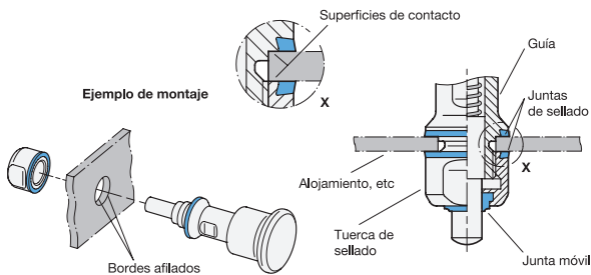

Imagen 2
- El orificio de alojamiento debe haberse dispuesto de tal modo que las puntas metálicas dentro de las juntas de sellado se apoyen si es posible completamente en la base y permitan una sujeción en bloque (tope metálico) (tolerancia de  $+0,05/+0,2$ ). Las juntas de sellado deben apoyar por completo en la base (imagen 2).